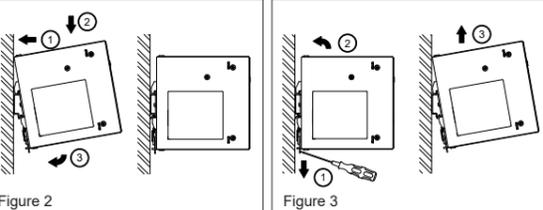
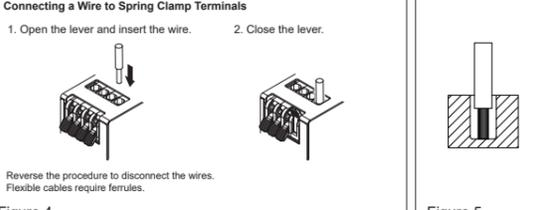

Figure 2
Figure 3
### 3. Mounting and dismounting (Fig. 2, Fig. 3)
- Tilt the unit slightly upwards and put it onto the DIN rail. Snap on the DIN rail as shown in Fig. 2.
- To uninstall, pull or slide down the latch as shown in Fig. 3. Then, slide the PSU in the opposite direction, release the latch and pull out the PSU from the rail.
#### 3. Montage et démontage (Fig. 2, Fig. 3)
- Inclinez l'appareil légèrement vers le haut et placez le sur le rail DIN. Encliquetez le sur le rail DIN comme indiqué à la Fig. 2.
- Pour démonter l'appareil, tirez ou faites coulisser le loquet vers le bas comme indiqué à la Fig. 3, faites coulisser l'appareil dans la direction opposée, relâchez le loquet et enlevez l'appareil du rail.